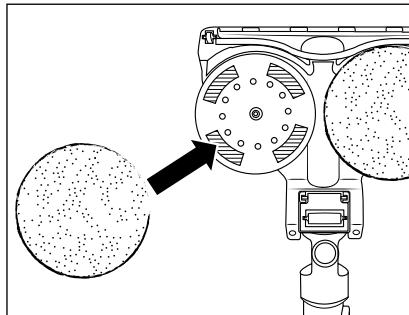

Fig. 18
- ◆ Per applicare un panno lavapavimenti ④ all'accessorio lavapavimenti ③, posizionarlo al centro di uno dei due dischi girevoli che si trovano sul lato inferiore dell'accessorio lavapavimenti ③ (vedere fig. 18). Poi fissarlo saldamente sui nastri di velcro del disco girevole.